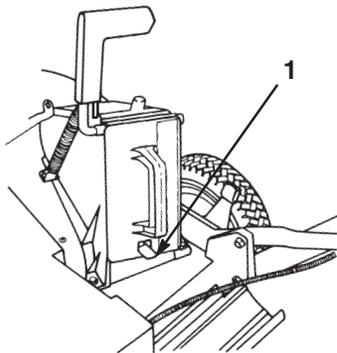

Figure 6
5. Engagez l'obturateur à fond jusqu'à ce que le loquet à ressort au bas de l'obturateur s'enclenche en position (Fig. 6).